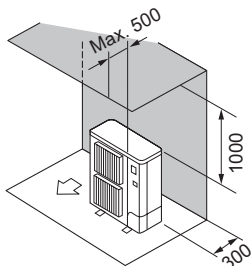

Fig. 2-7
- ② Alleen obstakels aan de achter- en bovenzijde (Fig. 2-7)